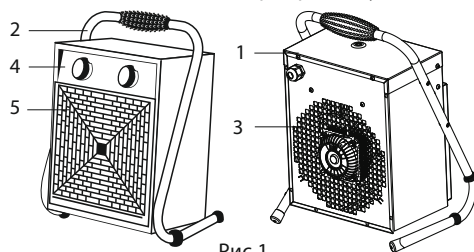
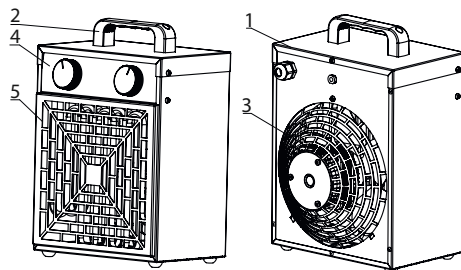

Рис.1
Рис.2
Несущая конструкция тепловентилятора (см. рис. 1 и рис. 2) состоит из корпуса (1), ручки (2) (для моделей KVF-E2-12, KVF-E3-12, KVF-E5-12, KVF-E9-32) или ручки-подставки (2) (для моделей KVF-E15-32, KVF-E24-32, KVF-E30-32, KVF-E36-32). Вентилятор (3) расположен в задней части тепловентилятора. Блок управления расположен в верхней части корпуса под крышкой. Органы управления вынесены на переднюю панель (4). Внутри корпуса расположены трубчатые электронагревательные элементы, закрытые с лицевой стороны тепловентилятора решеткой (5). Воздушный поток, втянутый вентилятором в корпус, проходя между трубчатыми электронагревательными элементами, нагревается и подается в помещение через решетку.